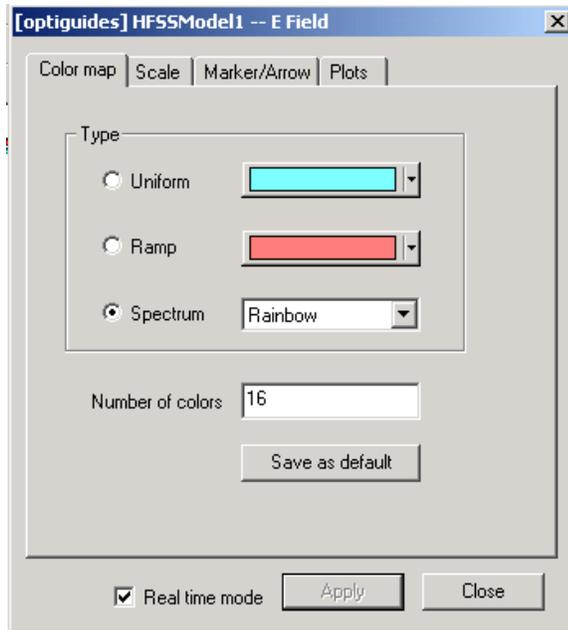

Рис. 8.38. Установка атрибутов графика поля
4. В каждой закладке нажмите **Save as default**, если Вы хотите, чтобы эти параметры настройки относились и к графикам поля, созданным после этого (рис. 8.38).